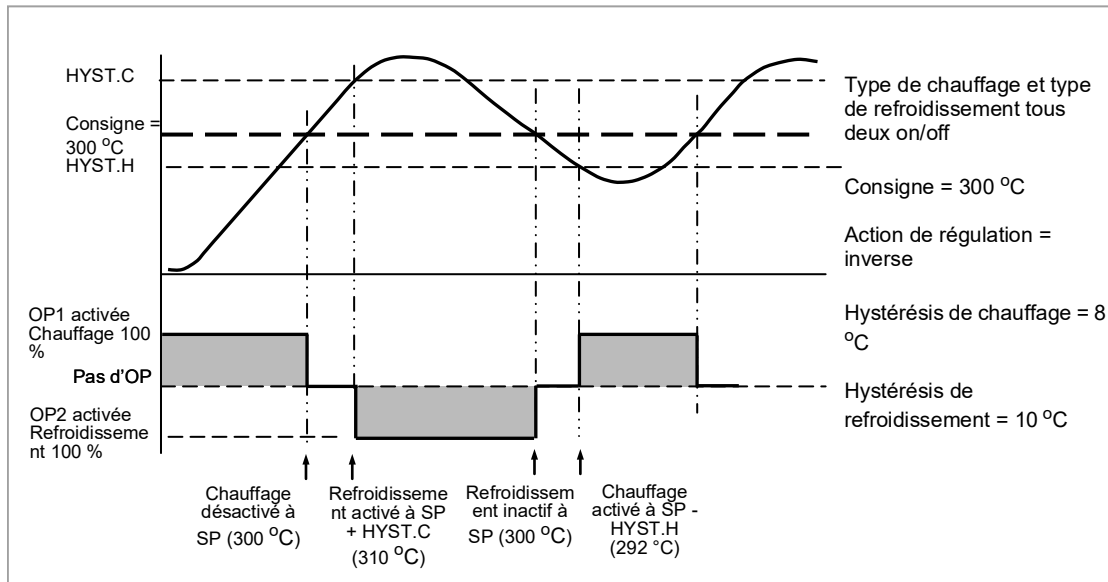
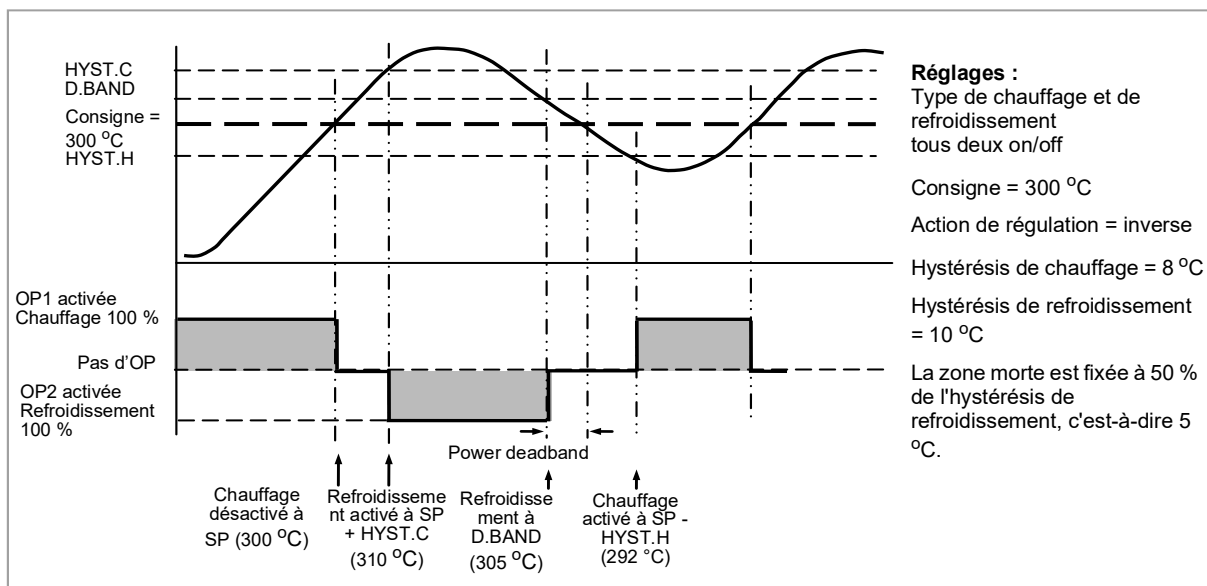

Figure 72: Deadband OFF
Figure 73: Bande morte ON (réglée à 50 % de refroidissement)
**Hysteresis** applique uniquement une régulation activé/désactivé et est configurée dans les unités de la PV. Dans les applications de chauffage, la sortie se désactive quand le PV atteint le point de consigne. Elle se réactive lorsque le PV descend en dessous du SP, l'écart étant égal à la valeur de l'hystérèse. Des exemples sont présentés ci-dessous dans la Figure 72 Deadband OFF et la Figure 73 Bande morte ON \(réglée à 50 % de refroidissement\) pour un régulateur de chauffage et de refroidissement.